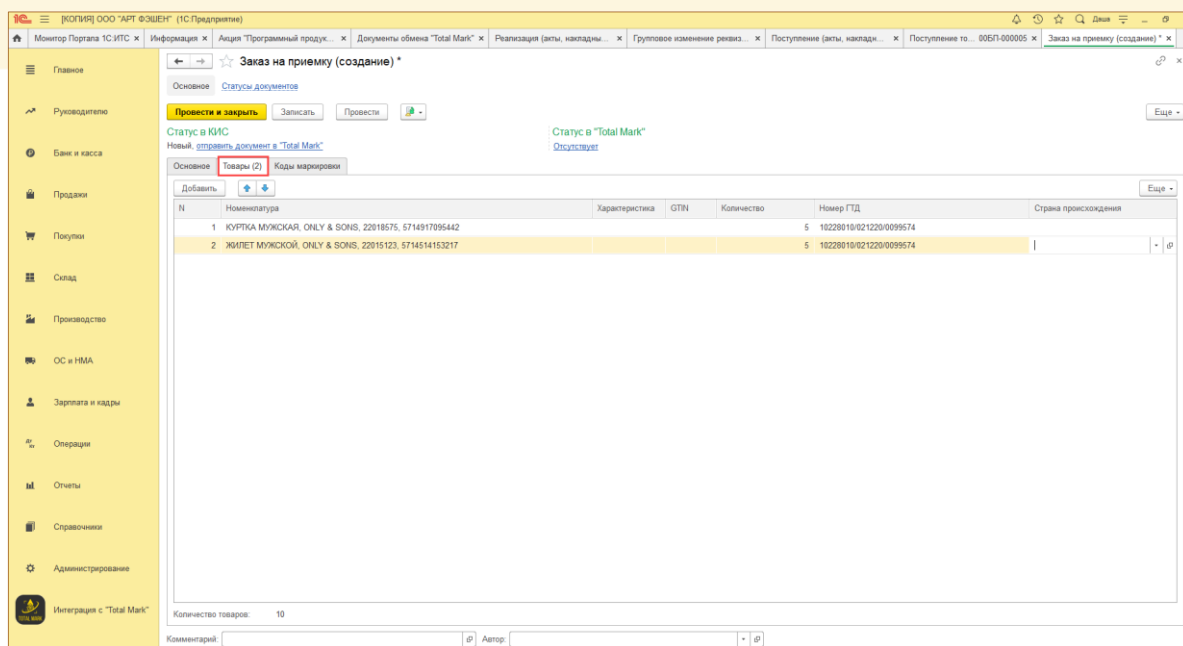

Рис. 10-3 - Создание документа обмена «Заказ на приемку» в 1С: БП "
- 2.2. План товаров будет также автоматически заполнен (Рис. 10-3);